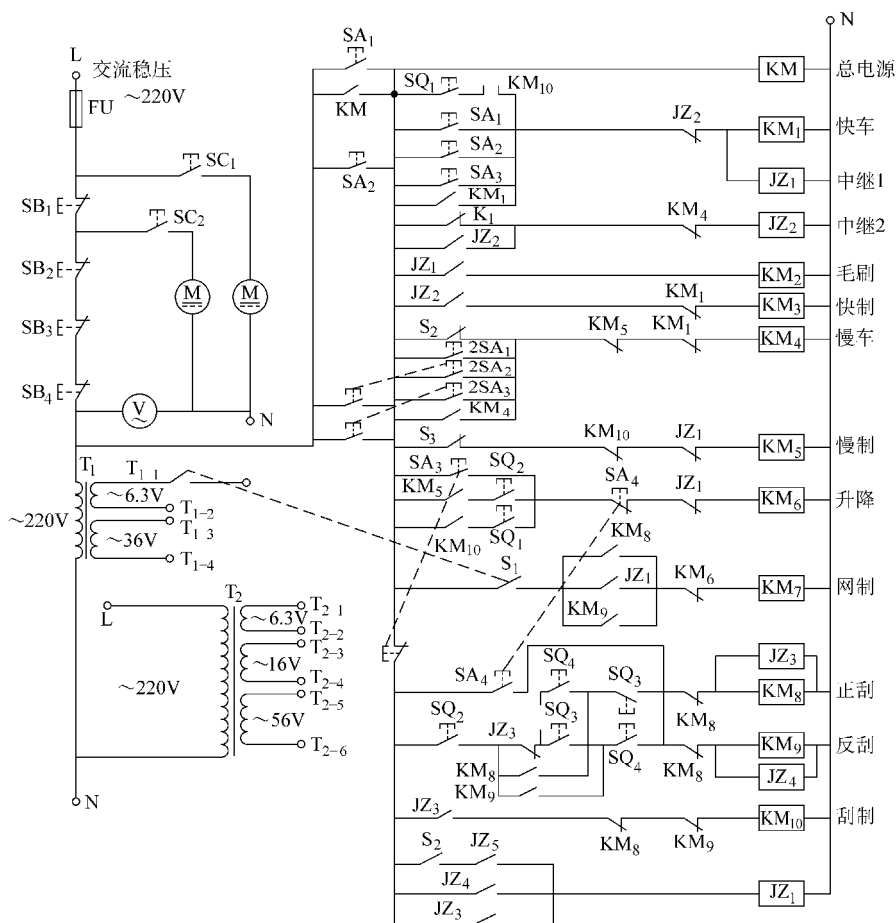

图 3-37 程序控制电路
(1) 开车手动
① 合上低压断路器及铁磁稳压器开关, 打开钥匙开关给电气柜送电, 按总电源开关 SA₁ 交流接触器 KM 通电吸合, 与此同时, 串接在信号回路中的辅助触点 KM 吸合, 指示灯亮, 如图 3-37 所示。
② 按下按钮 SA_1 ，线圈 KM_1 吸合，接在直流电动机主回路里的 KM_1 的主触点也吸合，则主传动直流电动机工作，开快车，带动纺织印花机向前传动，信号辅助电路中 KM_1 辅助触点接通，指示灯亮。